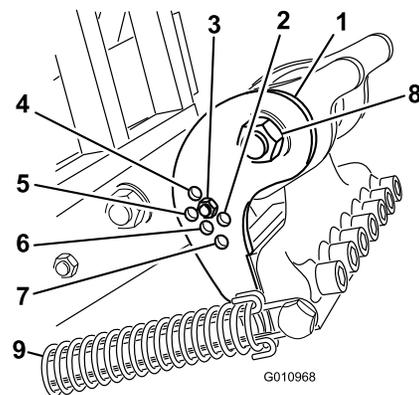

Bild 27
Stellen Sie die Neigungshalterung (Bild 27), abhängig von der Länge der verwendeten Zinken, auf die richtige Stellung ein. Sie stellen den Kopfanschlag auf eine von fünf festgelegten Stellungen ein, indem Sie das Loch wählen, durch das die Einstellstange geschraubt ist. Diese Löcher sind nur Voreinstellungen; beispielsweise können Sie ein gleichmäßigeres Finish erhalten (abhängig von der Anwendung) wenn Sie eine 25,4 cm lange Zinke in der 30,5-cm-Stellung verwenden.
3. Lösen Sie die Federspannung am Zinkenkopf (Bild 27).
4. Entfernen Sie die Mutter und Schraube in den Einstelllöchern der Neigungshalterung (Bild 27).
- Lösen Sie die Drehschraube am Zinkenkopf (Bild 27).